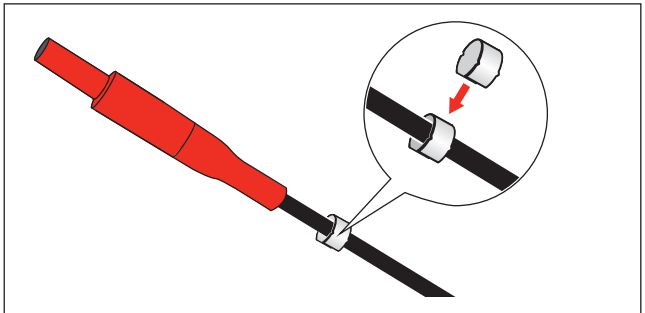

Figura 1. Pinzas del marcador de cable
2. Use los marcadores A, B, C, N o 1, 2, 3, N según sea necesario para la región. Consulte la Figura 1.